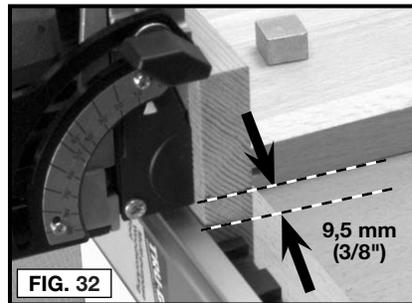

FIG. 32
4. Fije con abrazaderas una guía de borde recto a la pieza de trabajo, 9,5 mm (3/8") detrás de la línea central de la junta (tal como se marcó en el paso 2). Fije firmemente con abrazaderas la pieza de trabajo (ver la Fig. 32).